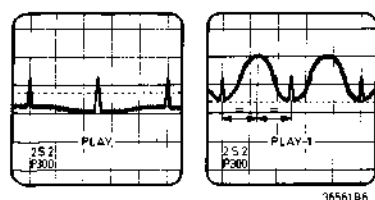

Fig. 2-2-17
- Wagenhöhe nun so einstellen, dass die Spannungsform am Oszilloskop möglichst flach ist. Es darf keine Einschnürung begegnen (Bild 2-2-17).
- Nun mittels der Neigung der Wagen mit dem Exzentrerschlüssel in den Löchern B (siehe Bild 16) das Spannungsbild am Oszilloskop dahin einstellen, dass die Amplitude bei Ein- und Auslauf der Spur in gleicher Höhe und die Spitze in der Mitte liegt. Bild 2-2-17.